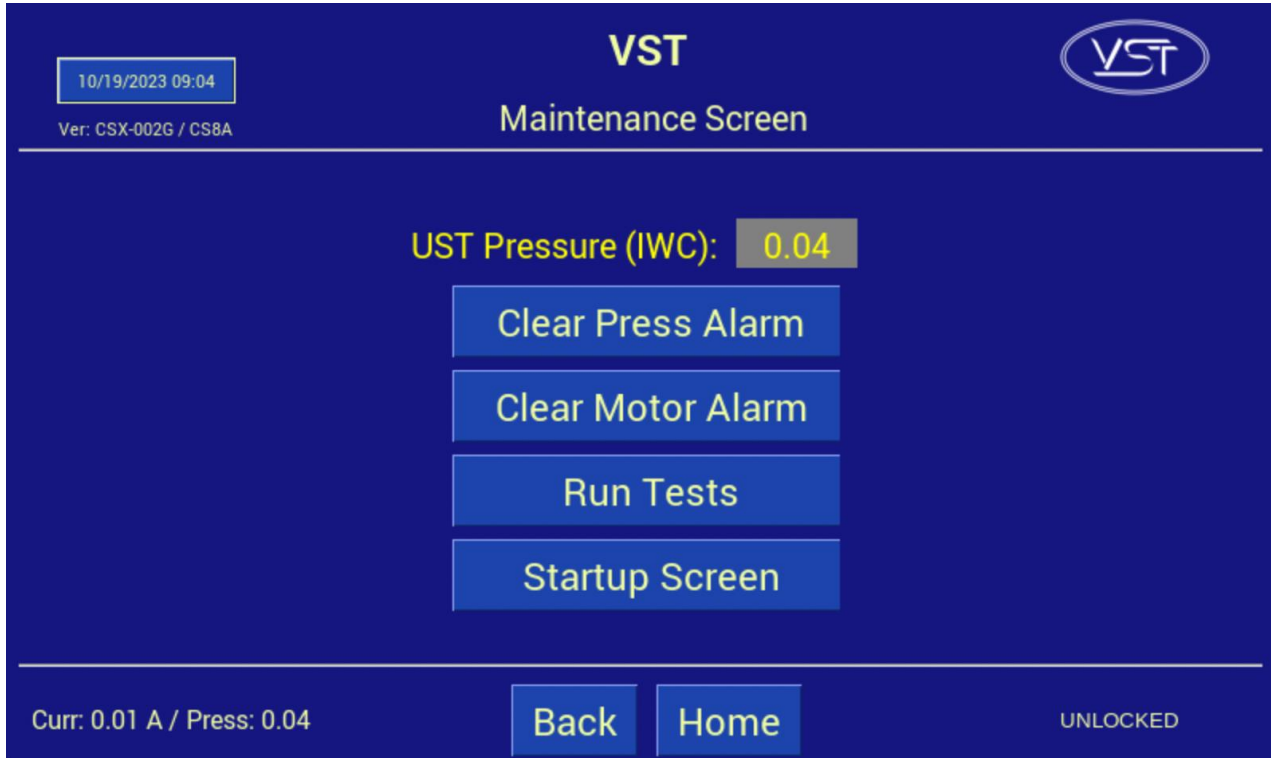

Figura 8-17: Pantalla de mantenimiento
1.	<p>Compruebe si se ha desconectado el disyuntor de la bomba de vacío (BKR1) en el panel de control. Vea la Figura 8-21.</p> <ol style="list-style-type: none"> <li>a) Ingrese a la pantalla de Mantenimiento usando el código 878 para deshabilitar el GREEN MACHINE.</li> <li>b) Abra la puerta delantera del panel de control.</li> <li>c) Compruebe el disyuntor BRK1 para ver si se desconectó: <ul style="list-style-type: none"> <li>● Si la palanca del disyuntor está hacia arriba y la ventana está en ROJO, el disyuntor no se ha desconectado.</li> <li>● Si la palanca del disyuntor está hacia abajo y la ventana está en VERDE, el disyuntor se ha desconectado.</li> </ul> </li> <li>d) Si el disyuntor no se ha desconectado, vaya al Paso 2.</li> <li>e) Si el disyuntor de la bomba de vacío se ha desconectado, mueva la palanca hacia arriba para reiniciar el disyuntor.</li> <li>f) Presione el botón Clear Motor Alarm para que la alarma se reinicie. Vea la Figura 8-17.</li> <li>g) Presione HOME en el PLC para regresar a la pantalla principal y se borrará la alarma.</li> <li>h) La GREEN MACHINE ahora se encuentra en modo de operación normal y funcionará si la presión del UST es superior a 0.2IWC.</li> <li>i) NOTA: SI EL DISYUNTOR DE LA BOMBA DE VACÍO SE SIGUE DESCONECTANDO, AVANCE AL PASO 2.</li> </ol>
**Vea la Figura 8-17.**